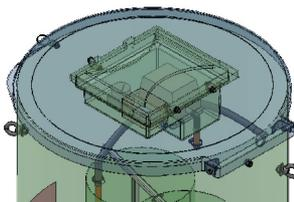

Рис. 5
**Стандартная комплектация - встроенный в крышку изделия (рис. 5)**